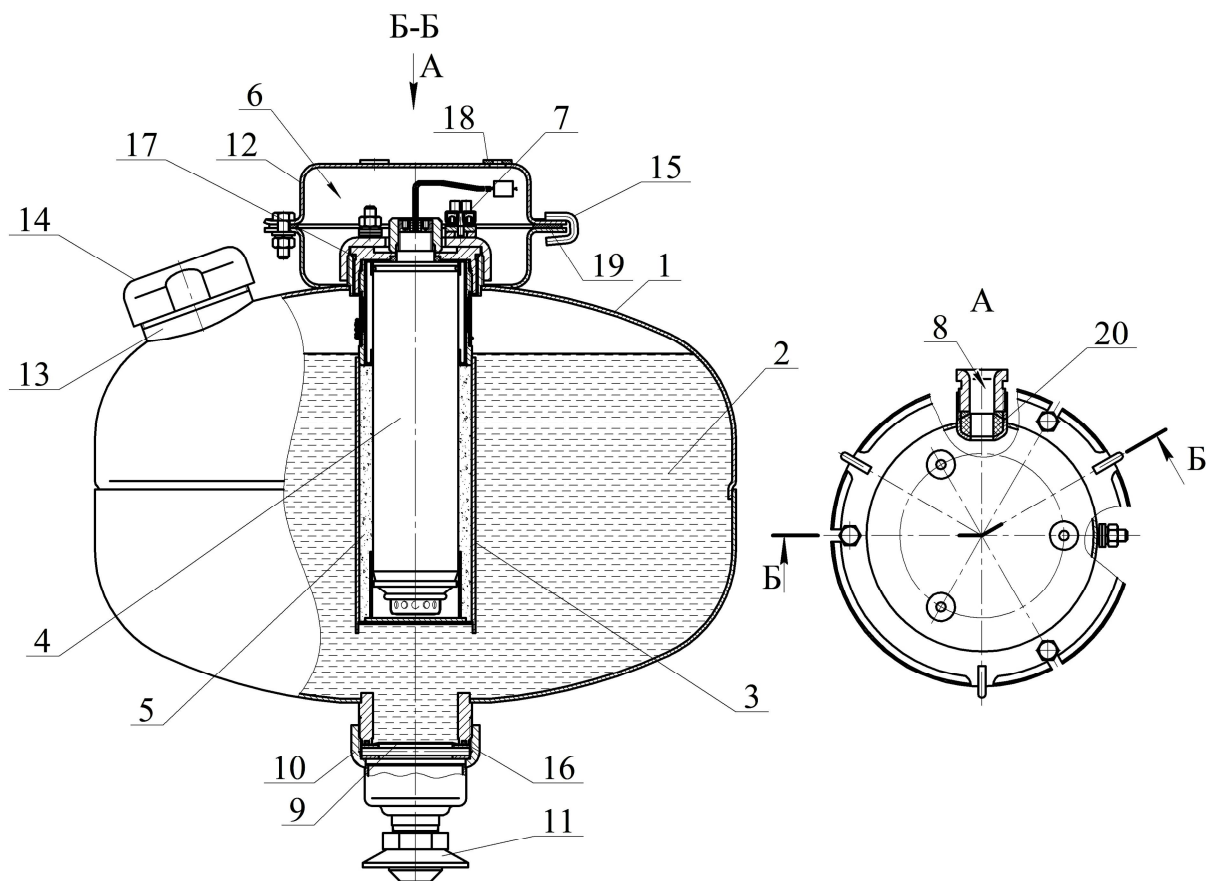

Рисунок 1
1.4.1.1 МУПТВ (см. рисунок 1) состоит из корпуса **1**, заправленного жидким ОТВ **2**, в котором размещено газогенерирующее устройство **3**. В герметичный корпус газогенерирующего устройства со степенью защиты IP68 установлен ИХГ **4** с элементом электропусковым. Зазор между ИХГ корпусом газогенерирующего устройства заполнен пористым искрогасящим материалом **5**.
2.1.3 Закрепить кронштейн **12** (см. рисунок 1) на толке. Координаты отверстий в кронштейне приведены на рисунке 3.
2.1.5.3 Полученный раствор ОТВ залить в отверстие верхней горловины **9** (см. рисунок 1). Для окончательного приготовления ОТВ применительно к МУПТВ-13,5-ГЗ-ВД (t°С = -10; -30) открыть упаковку с жидкой добавкой и залить ее в отверстие верхней горловины **13**. Раствор, полученный по п. 2.1.5.2 для МУПТВ-13,5-ГЗ-ВД (t°С = -50) – окончательный ОТВ. Установить в отверстие горловины предохранительный клапан **14**. Сверху закрутить гайку до упора.
2.1.6 Накрутить до упора насадок-распылитель **11** (см. рисунок 1).